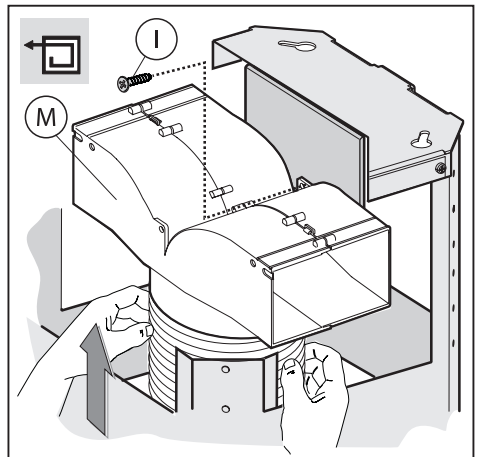
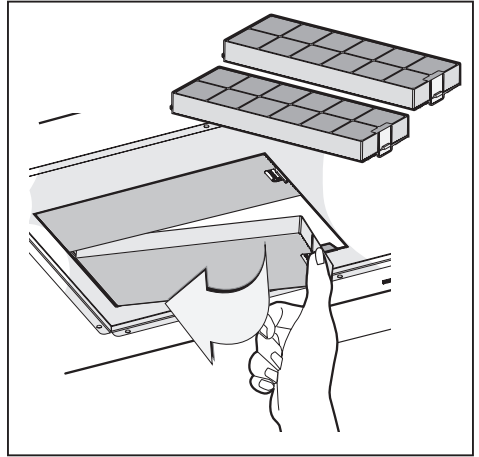
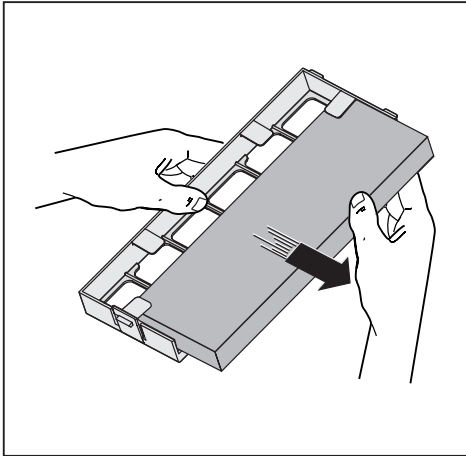

Fig.8
Fig.17
Fig.18
• **Versione filtrante:** abbiamo disponibili due tipi diversi di Kit, uno con filtri a carbone a cassetta (Fig.17) e l'altro con i filtri al carbone rigenerabili (lavabili) (Fig.18).
-Collegare il tubo flessibile al deflettore **M** e fissare la vite **I** come indicato in Fig.8, i filtri al carbone attivo devono essere applicati al gruppo aspirante posto all'interno della cappa (Fig.17).